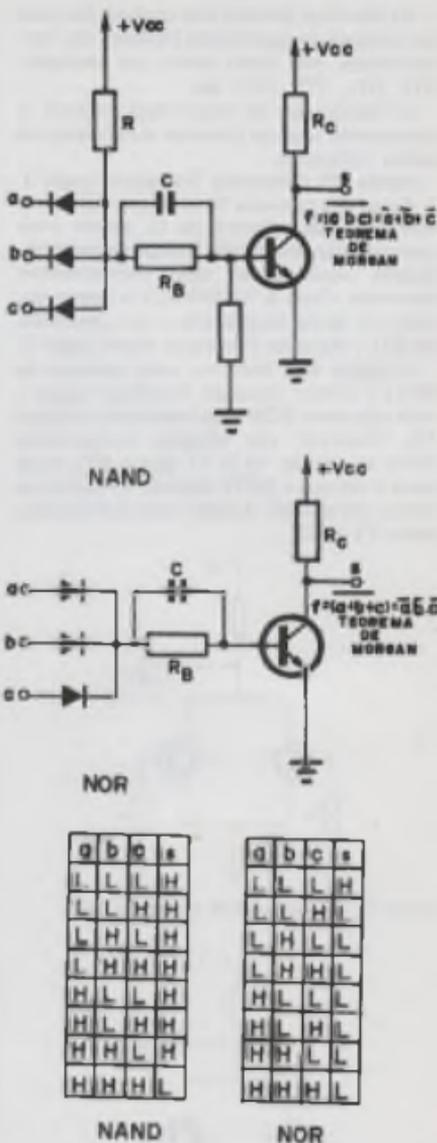

Figura 9 - O transistor usado como amplificador inversor de saída dos GATES AND e OR. A finalidade do capacitor E é a de diminuir o "DELAY".
A figura 9 mostra a forma de associar a lógica a diodos, mostrada anteriormente (figura 1), a um elemento ativo inversor. Para estudar o funcionamento e a tabela verdade destes circuitos basta raciocinar da seguinte maneira: quando a tensão na entrada da base do transistor é alta (H), existe uma grande corrente na referida base que satura o transistor, isto faz com que sua saída (em coletor) caia para zero ou próximo de zero (nível L); se a tensão de entrada for zero ou próxima (nível L), a corrente de base será praticamente nula, levando o transistor ao corte e, portanto, a tensão de coletor será, em primeira aproximação V_{CC} , isto é, alta (nível H).
Uma desvantagem desta família é a sua lentidão pois o resistor em série com a base (figuras 11 e 12) e a capacitância da junção base-emissor forma uma rede RC que aumenta os tempos de "turn-on" e "turn-off". Poderíamos pensar em acrescentar um capacitor em paralelo com o resistor de base conforme é mostrado na figura 9, porém, esta solução é inaplicável para os CI devido ao grande volume exigido pelo capacitor; tratando-se de componentes discretos a solução se justifica e teremos então, a família RCTL ("Resistor Capacitor Coupled Logic") que é outra forma da família RTL.